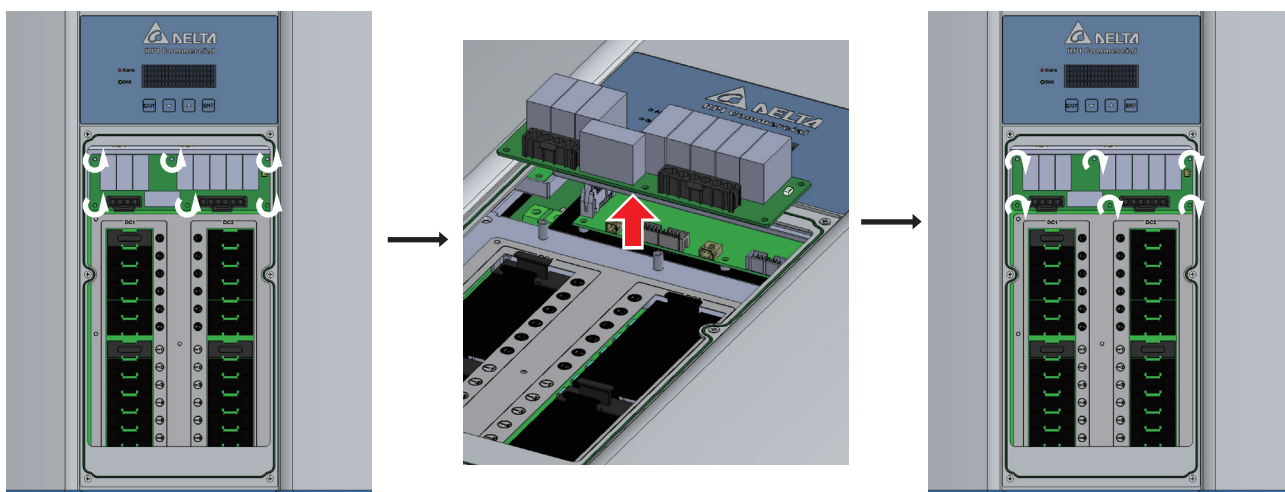

図 7-3
4. 6つのネジを緩めて新しい SPD モジュールを交換し、0.9N・m のトルクで締めてください。(図 7-3)